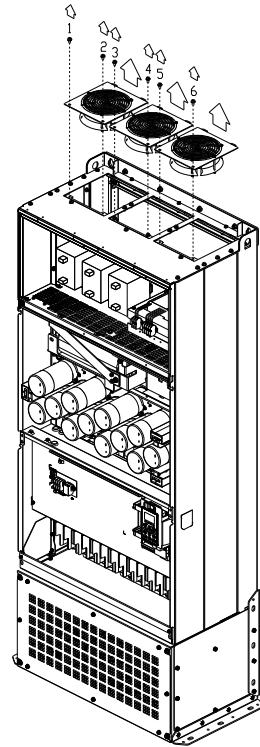

Рис. 4
4. Выкрутите винты 1–6 (как показано ниже) и снимите вентилятор. Перед снятием убедитесь, что кабель питания отключен. Момент: 24–26 кг-см / [20.8–22.6 ф-дм] / [2.4–2.5 Нм] (Рис. 4)